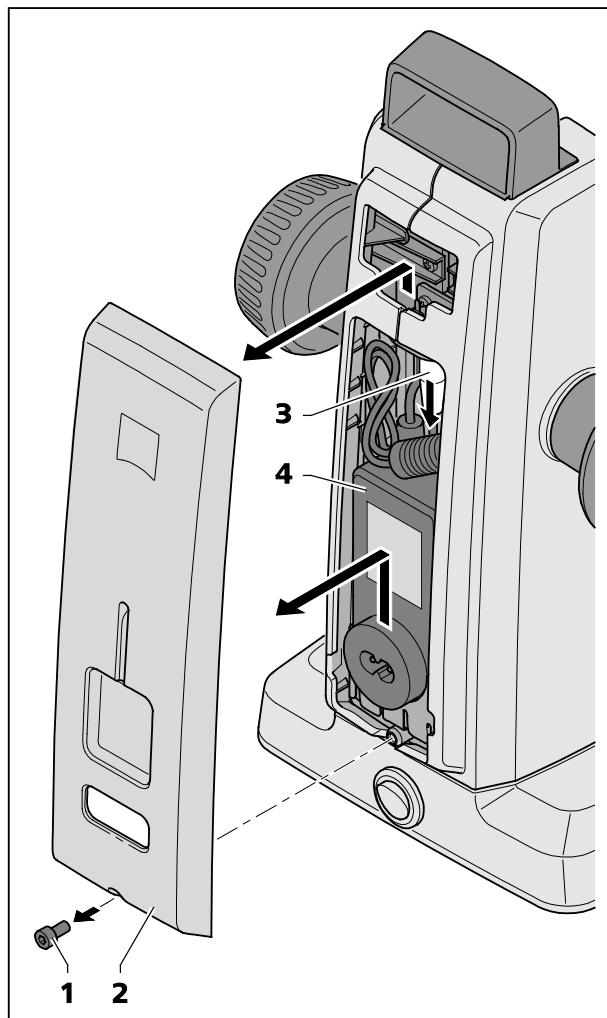

图27 更换电源
- 用内六角扳手松开外壳盖下面的螺丝（图27/1）。
- 将下面的外壳盖（图27/2）轻轻拔出，再向上按压。
- 松开插头（图27/3），取下损坏的桌面式电源（图27/4）。